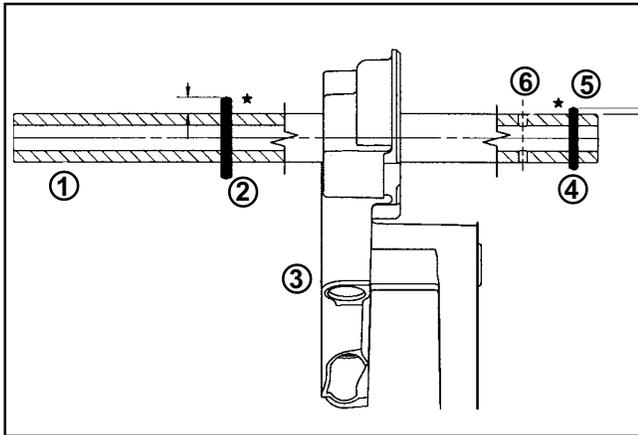

Figura 10-6. Dettagli dell'albero a camme di aspirazione montato
2. Qualora sia stato smontato, montare e centrare il perno lungo da **3 mm** nel foro **superiore** (vedere Figura 10-6).